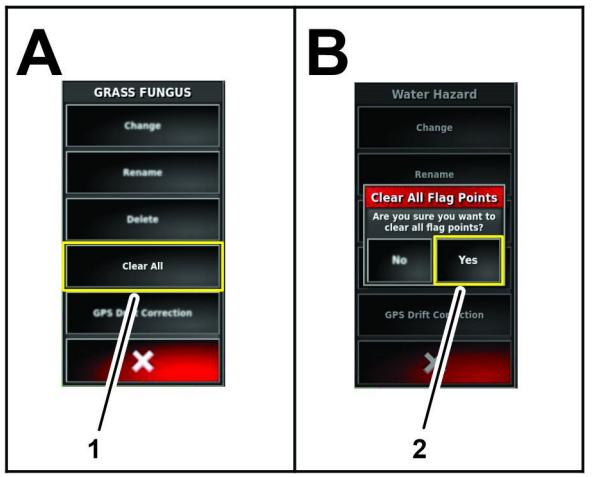

Figure 86
1. Dans le menu de modification de balise, appuyez sur l'icône TOUT SUPPRIMER (Figure 86).
2. Dans la boîte de dialogue Supprimer toutes les balises, appuyez sur l'icône OUI (Figure 86).